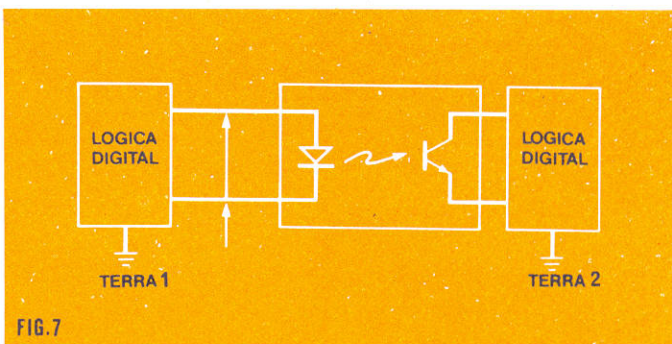

FIG. 7
D. Eliminação de ruído (fig. 7):